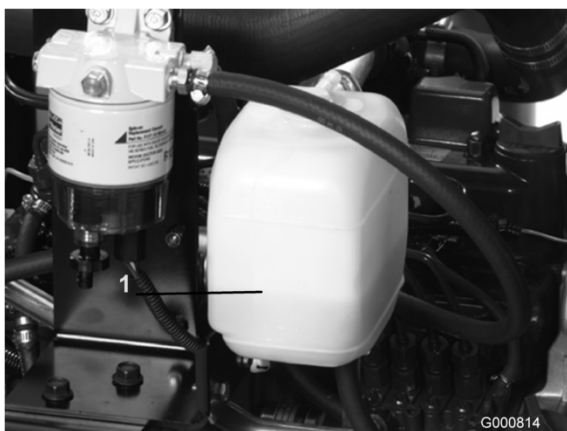

Figura 19
1. Retire con cuidado el tapón del radiador y el tapón del depósito de expansión (Figura 19).
2. Compruebe el nivel de refrigerante en el radiador y en el depósito de expansión (Figura 19).